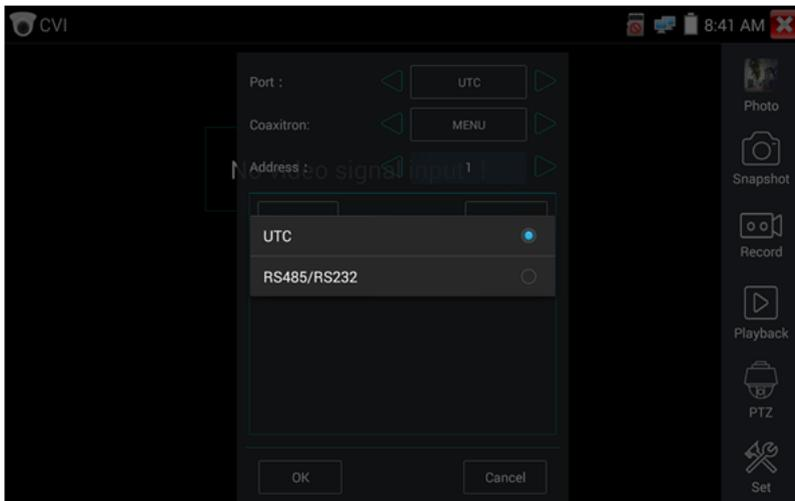

Рис. 91 Выбор UTC для управления PTZ камерой
- 2) Выберите в настройках PTZ порт (Port) – UTC – управление по коаксиальному кабелю (рис. 91) Значение MENU – вызывает OSD меню самой видеокамеры;